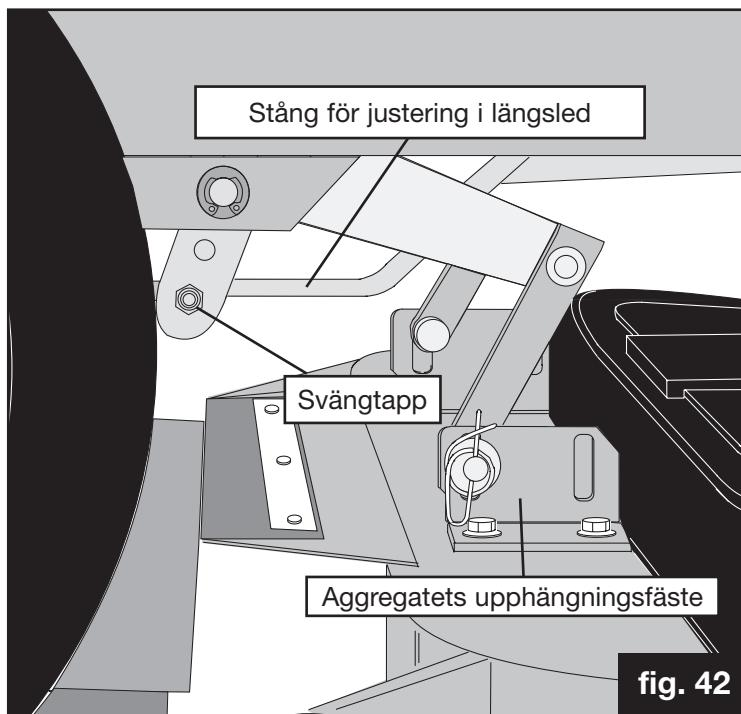

fig. 42
- ✓ Kan klippaggregatets upphängningsfästen (Sida 18, Fig. 42) röra sig fritt eller har de hakat fast? För att kontrollera detta ska du lyfta klippaggregatet till dess högsta position och gunga det samtidigt som du kontrollerar att fästena kan röra sig fritt – om inte, rengör och smörj dem.
3. Leta upp stången för justering i längsled som sitter vid det bakre högra hjulet, där hittar du svängtappen (Fig. 42) som kopplar stången till aggregatets upphängningsfästen. Både svängtappen och stången är gängade, och justeringen sker genom att rotera svängtappen för att i själva verket förlänga stången.
Leta upp aggregatets nivåskiva (Fig. 42 eller 42a) nära det bakre hjulet (på vänster sida). Denna har ett koncentriskt spår där stången för höjdjustering sitter. Lossa M8-nylonmuttern (A) som fäster denna tapp med en 13 mm skravnyckel, precis så att den går att röra på. Lyft eller trycker aggregatet beroende på vilken justering du vill göra. Detta gör att tappen flyttas upp eller ner längs disken – ju högre upp och ju närmare diskens centrum, desto högre sitter aggregatet. Kontrollera med linjal eller måttband, och efter att du justerat aggregatet i bakkanten kan du skruva fast nylonmuttern igen.